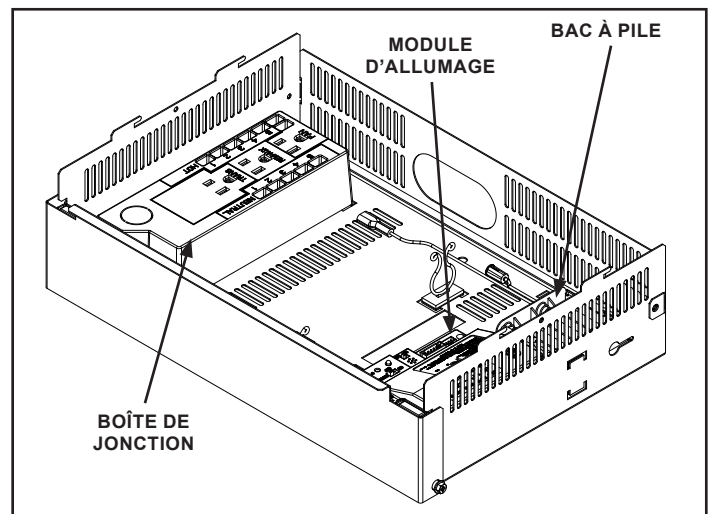

Figure 3.4
Le système d'amorçage par veilleuse à allumage intermittent IntelliFire^{MC} Plus possède un système de secours à piles permettant le fonctionnement pendant une panne de courant. Le système offre une transition facile de l'alimentation c.a. de la maison vers les piles de secours. Un bloc-piles installé en usine se trouve dans le logement des commandes du foyer. Voir la figure 3.4. La longévité et la performance des piles seront affectées par une exposition à long terme aux températures de service de cet appareil.
2. Localisez le bac à piles et insérez quatre piles AA. La polarité des piles doit être correcte pour éviter d'endommager le module. Voir la Figure 3.4. Un schéma complet du câblage est inclus dans la section traitant de l'électricité, dans le manuel d'installation de l'appareil.
- Localisez le module d'allumage dans la cavité de contrôle. Voir la figure 3.4